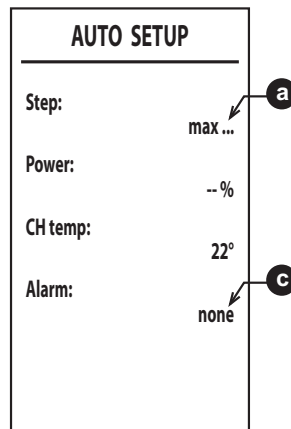

fig. 38
6. Después del encendido el quemador se pone a las distintas potencias (máx., med., mín.) indicadas por el punto **a** (fig. 38).
8. Si la secuencia de encendido descrita en el punto **"6"** no se concluye correctamente, aparece la indicación **max\_err** en el punto **a** y un código de error en el punto **c** (fig. 38).